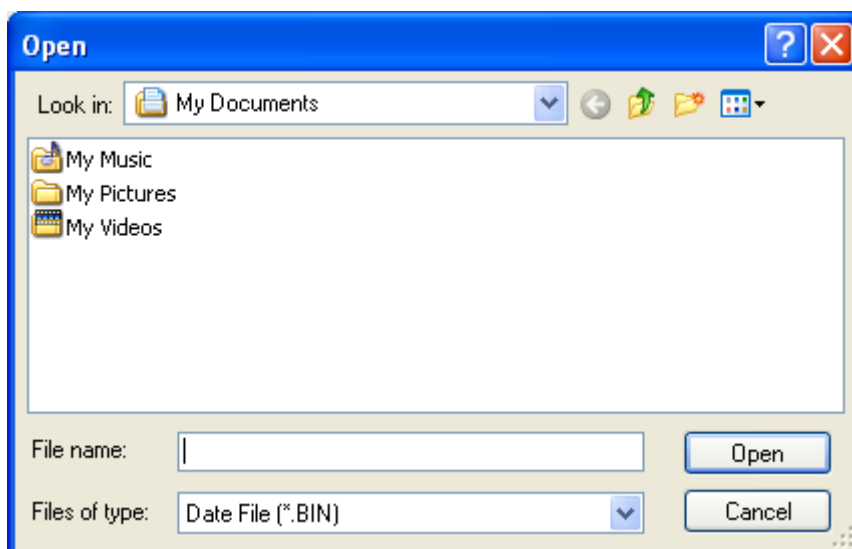

Figura 5-1-1
1. Cliccare su "Importa Caso" nel menù "File", poi l'interfaccia di informazione apparirà come in Figura 5-1-1.